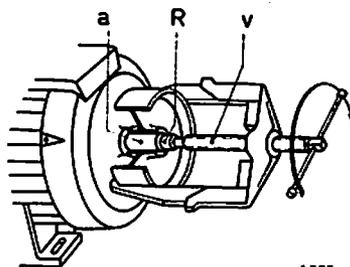

Fig. 3
- Interposer entre la vis « v » de l'arrache-poulie et le bout d'arbre « a » une rondelle épaisse « R » d'un diamètre inférieur à celui de l'arbre (fig. 3), pour éviter la détérioration du trou de centre.